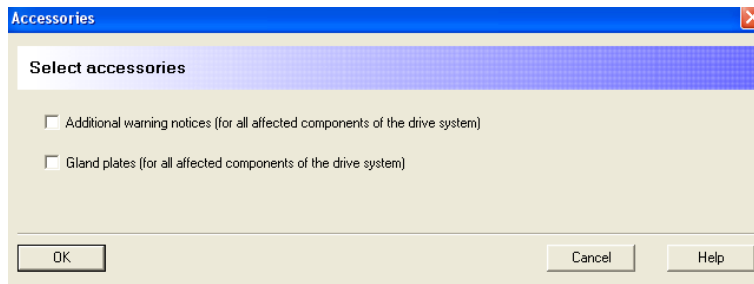

Figura 3.2.104 "Accesorios"
- *Additional accessories* (figura 3.2.104): esta opción nos permite seleccionar dos tipos de accesorios: